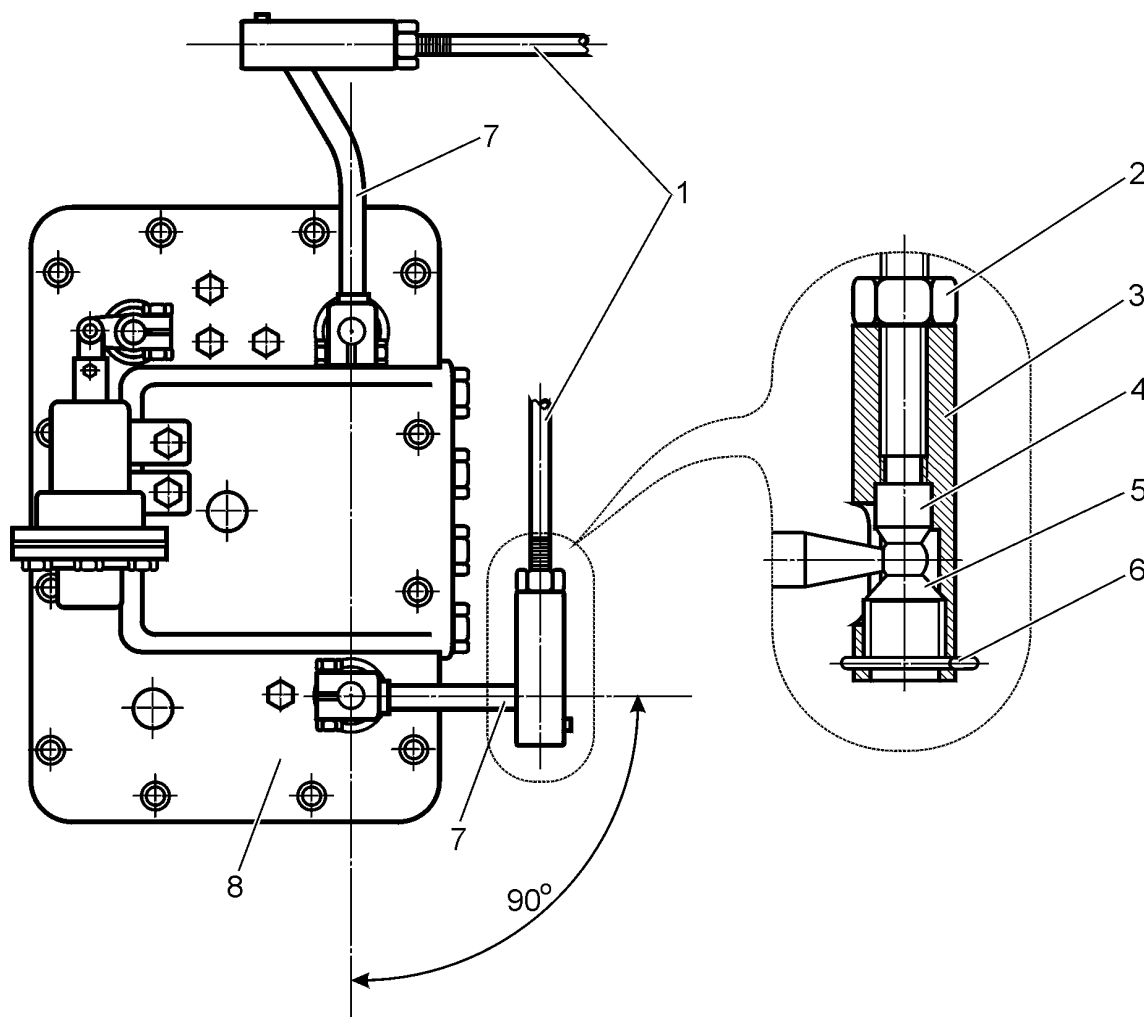

Рис. 13.6. Крышка управления коробкой передач
16. Отсоединить тяги (1, рис. 13.6.) управления коробкой передач от концов рычагов управления коробкой передач, находящихся в кабине. Для отсоединения тяги необходимо вытянуть шплинты (6) и частично выкрутить вкладыши (5) шаровых соединений.
1. Проверить положение рычагов (7, рис. 13.6.) на крышке (8) управления коробкой передач. При нейтральном положении золотников, управляющих диапазонами скорости движения и направлением движения в распределителе (смотри Раздел 7С «КОРОБКА ПЕРЕДАЧ»), рычаги (7) переключения передач и направления движения на крышке (8) управления должны находиться в положении, изображенном на Рис. 13.6.
3. Подсоединить тяги (1, Рис. 13.6.) управления коробкой передач к концам рычагов управления коробкой передач, находящихся в кабине. Вставить шаровый наконечник рычага (7) между вкладышами (4 и 5) через отверстие во втулке (3). Вкрутить вкладыш (5) до упора. Затем выкрутить вкладыш (5) на 1/4÷1/2 оборота и застопорить вкладыш от самовыкручивания шплинтом (6). После соединения тяг (1) управления с рычагами (7) крышки (8) управления, находящимися в нейтральном положении, рычаг изменения направления движения и переключения передач в кабине должен находиться в вертикальном положении относительно пола кабины. В случае, если рычаг не занимает вертикального положения относительно пола кабины, то его необходимо выставить вертикально за счет изменения длины тяг управления. Для этого необходимо отсоединить конец тяги (1) от рычага (7), приоткрутить контргайку (2) и вкрутить или выкрутить втулку (3). После установки конца тяги (1) на шаровый наконечник рычага (7) подтянуть контргайку (3).